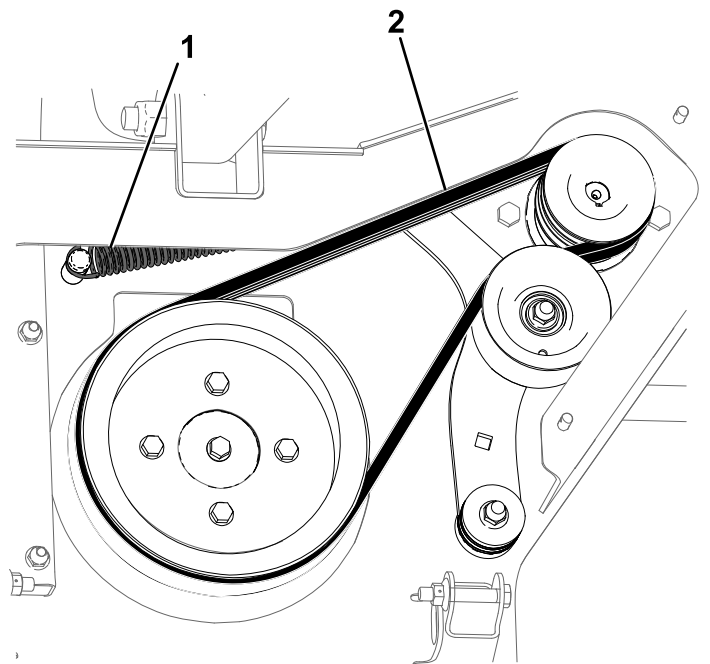

Figure 34
- Goupille fendue (4)
- Déchaussez la courroie des poulies (Figure 34).
- Chaussez la courroie neuve sur la petite poulie (Figure 34).
- Faites tourner la grande poulie à la main tout en chausant la courroie dessus (Figure 34).